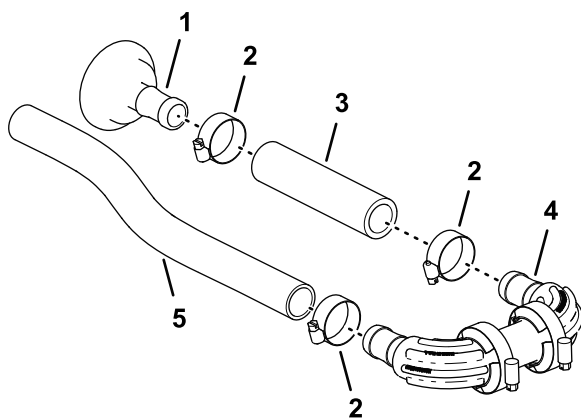

Figura 90
3/4" a 1 1/2") e serrate la fascetta manualmente (Figura 90).
2. Montate l'altra estremità del flessibile (1" x 5 3/4") sul raccordo dentellato del collettore con una fascetta stringitubo, come illustrato nella Figura 90 e serrate la fascetta stringitubo manualmente.
3. Montate il flessibile (1" x 16") sull'altro raccordo dentellato del collettore con una fascetta stringitubo e serrate la fascetta stringitubo manualmente (Figura 90).